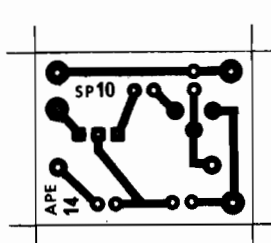

Fig. 2
- FIG. 2 - Lay out (tamanho natural) da plaquinha de Circuito Impresso (lado cobreado). Uma vez obtida ou confeccionada a placa, observar as INSTRUÇÕES GERAIS PARA AS MONTAGENS, conferindo a ausência de "curtos" ou lapsos que possam invalidar o funcionamento do SP10. Certificar-se, antes de começar as soldagens, de que a placa está corretamente furada e perfeitamente limpa...